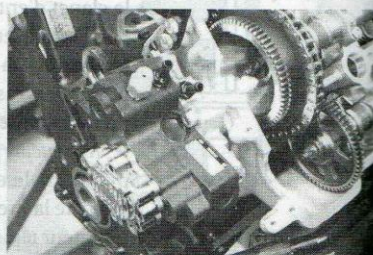

Figure 83.4. Pompe haute pression « CP3 » Bosch sur moteur BMW « M67 » (Doc. BMW)
- Le système de pompage est identique, mais cette pompe comporte, en plus de la pompe « CP1 », une pompe basse pression à pignons (fig. 83.4), et une électrovanne de régulation de débit côté aspiration. Le gavage est effectué par une pompe électrique immergée dans le réservoir, et la pression générée par la pompe à pignons est de 4,5 à 6 bar (1 bar = 100 kPa).